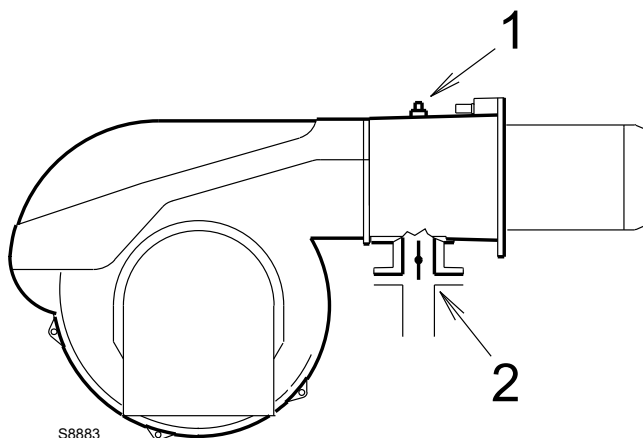

Abb. 19
Gasdruck, an der Entnahmestelle 1)(Abb. 19) gemessen mit:
Strömungsverlust Gasdrossel 2)(Abb. 19) bei maximaler Öffnung: 90°.
- Ziehen Sie vom Gasdruck am Anschluss 1)(Abb. 19) den Druck in der Brennkammer ab.
Gasdruck an der Entnahmestelle 1)(Abb. 19) = 11,7 mbar
Um stattdessen den an der Entnahmestelle 1) notwendigen Gasdruck zu ermitteln (Abb. 19), nachdem die höchste Modulationsleistung festgelegt wurde, bei der der Brenner arbeiten soll:
- Lesen Sie rechts, in Spalte 1, den Druck an der Entnahmestelle 1)(Abb. 19) ab.
An der Entnahmestelle 1)(Abb. 19) erforderlicher Druck.